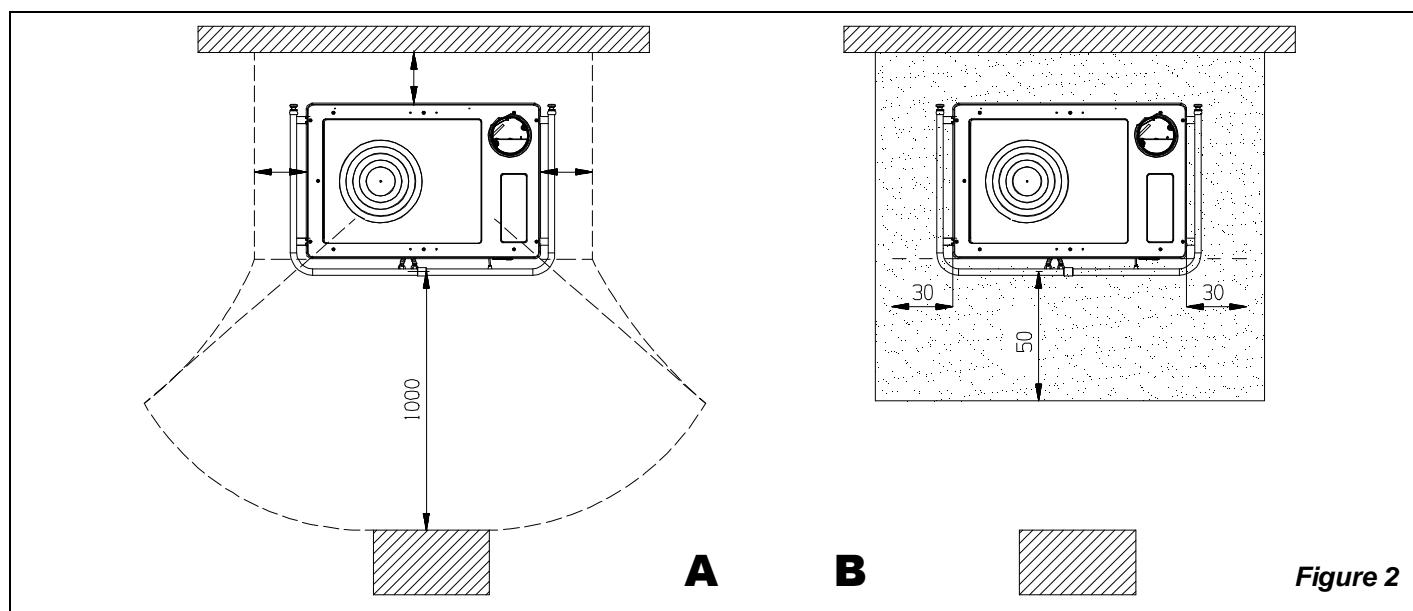

Figure 2
- a) pour assurer une isolation thermique suffisante, respecter la distance minimale de sécurité entre le poêle et les éléments de construction et objets inflammables et sensibles à la chaleur (meubles, revêtements en bois, tissus, etc.) (voir Figure 2). **Toutes les distances minimales de sécurité sont indiquées dans l'étiquette du produit et on il NE FAUT PAS descendre au-dessous des valeurs indiqués.**
- c) si le produit est installée sur un sol de matériau inflammable, prévoir une base ignifuge. **Les sols composés par matériaux inflammables**, comme moquette, parquet ou liège etc., **doivent être remplacés** pas une couche de matériel pas inflammable, par exemple céramique, pierre, vitre ou acier etc. (dimensions selon les dispositions régionales). **Si le remplacement du sol n'est pas possible, l'appareil doit être placé sur une dalle en pierre ou en béton d'une épaisseur minimum 12 cm**. Le fond doit dépasser frontalement d'au moins **50cm** et latéralement d'au moins **30cm** au-delà de l'ouverture de la porte de charge, .(voir Figure 2 B)